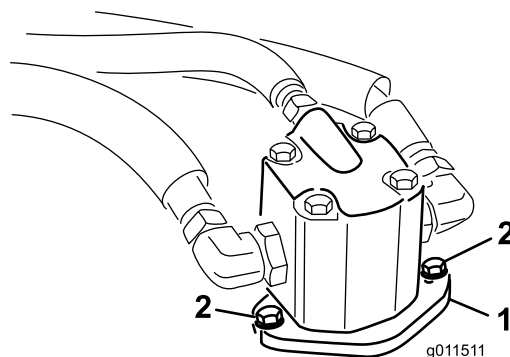

Figura 74
4. Retire os parafusos que fixam o motor hidráulico à plataforma do cortador (Figura 74).